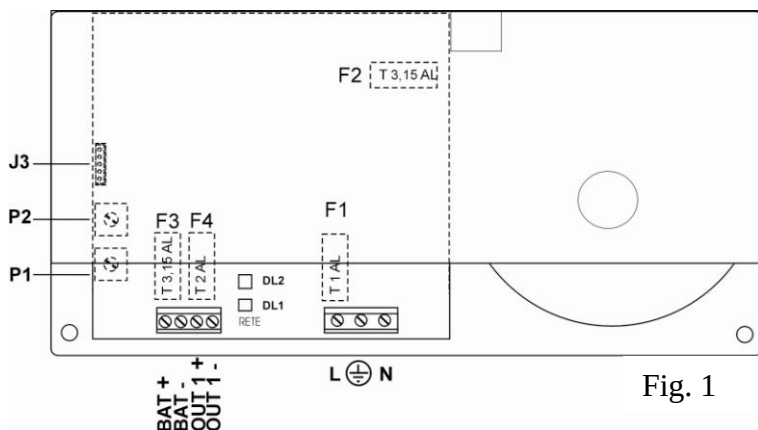

Fig. 1
Negli alimentatori sono presenti dei led di segnalazione che indicano la corrente erogata (amperometro a led) e la presenza rete vedi Fig. 1,2,3 per maggiori dettagli.
- Fusibili : Vedi fig. 1,2,3
Vedi Fig. 1,2,3 a seconda del modello